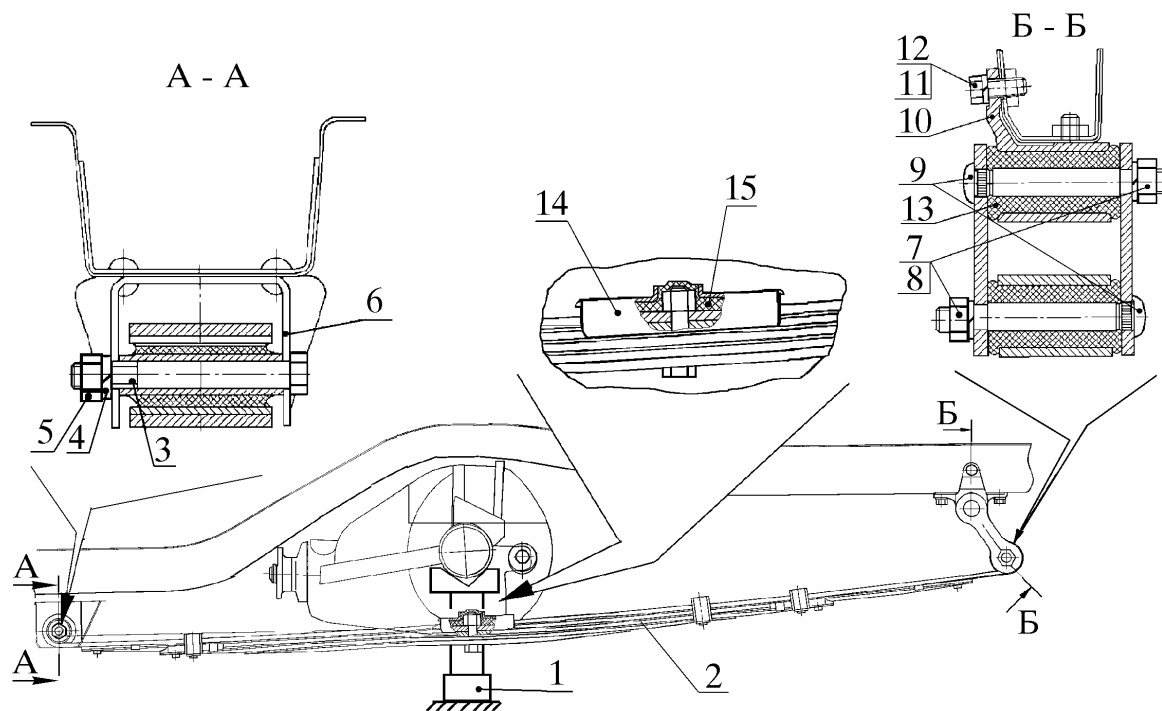

Рис. 7. Снятие рессор с автомобиля:
- 3.2. Подставка технологическая - для кожухов полуосей заднего моста (рис. 7).
4.5.2. Установить две подставки 1 (рис. 7) под кожухи полуосей заднего моста, как указано на рис. 7, и опустить автомобиль подъемником, приподняв мост над рессорами. Снять две верхние обоймы 14 вместе с подушками 15.